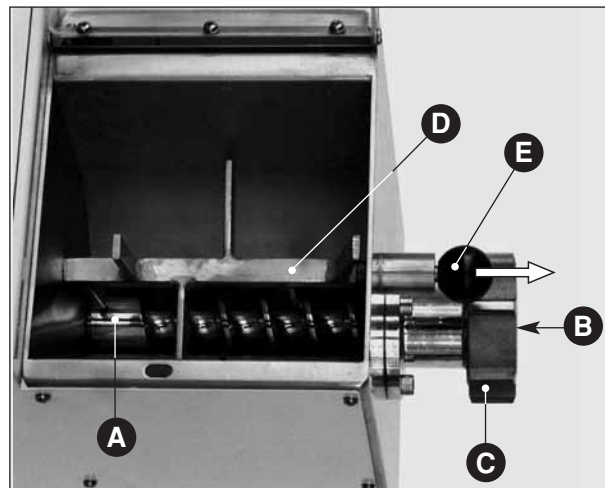

Abb. 1
- den Schalter auf "0" stellen (**Abb. 2 C**), die korrekte Montage der Schnecke (**Abb. 1 A**) überprüfen und dabei beachten, ob der zylindrische Teil auf der Zugwelle aufliegt.
- sich des weiteren versichern, ob der Plastikstöpsel (**Abb. 1 B**), der das Zieheisen ersetzt, gut sitzt und die Nutmutter (**Abb. 1 C**) gut geschlossen ist;
Abb. 1 bis
- zum Schluß das Mischgerät (**Abb. 1 D**) mit dem Kopfkugelgriff (**Abb. 1 E**) sicher in seinem Sitz befestigen oder die bewegliche Halterung in die TR 75/E einschrauben (**Abb. 1 bis** siehe S. 49).